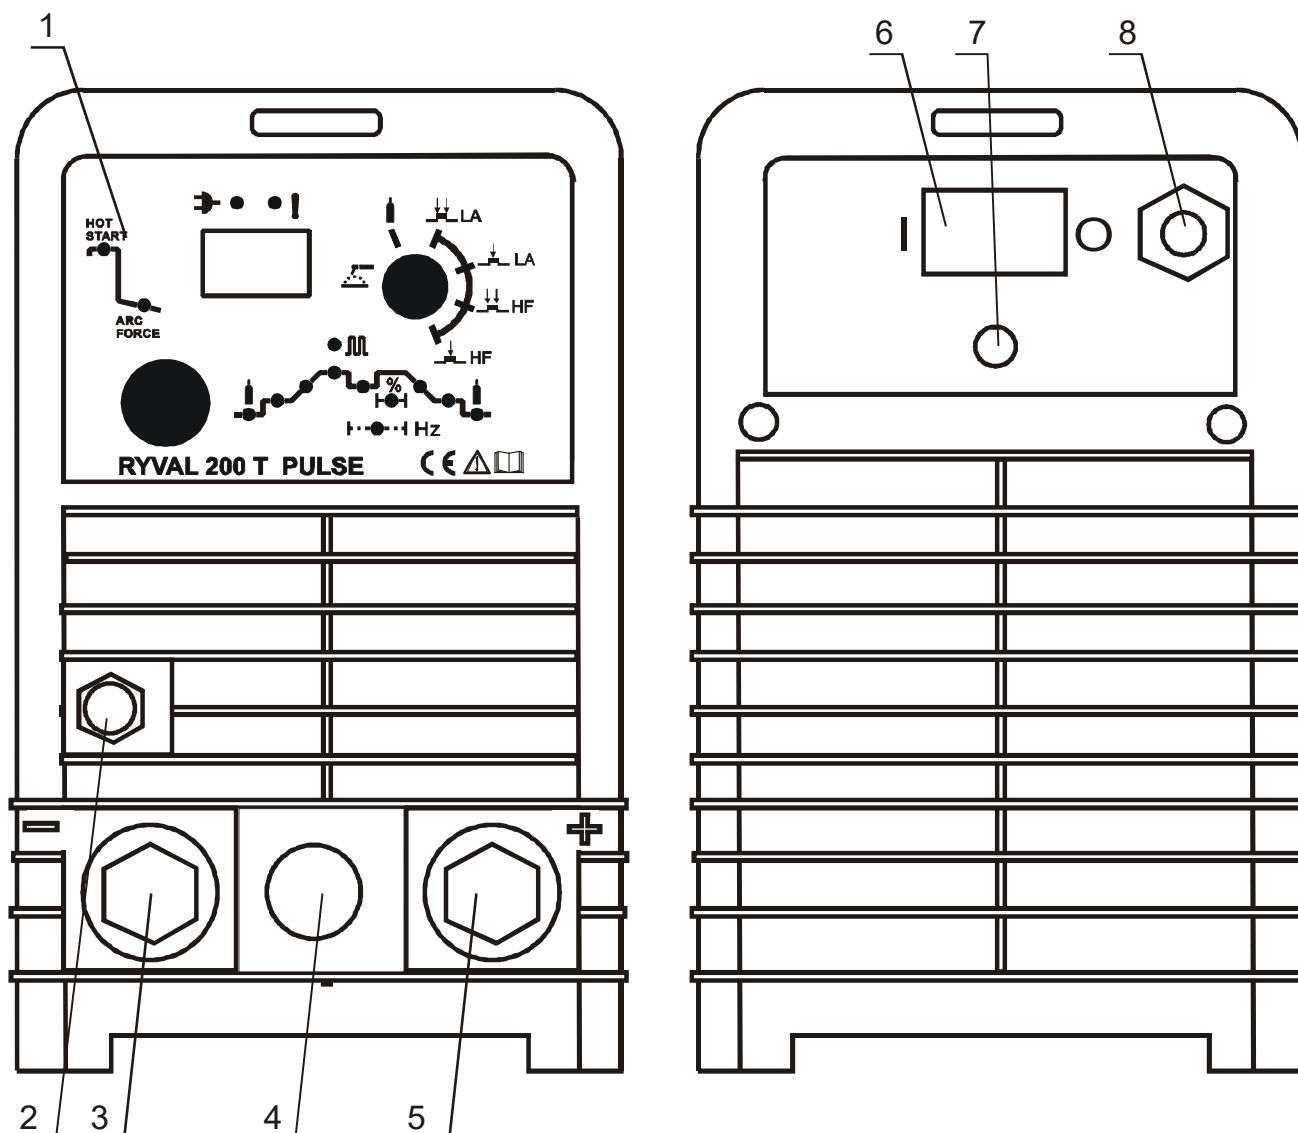
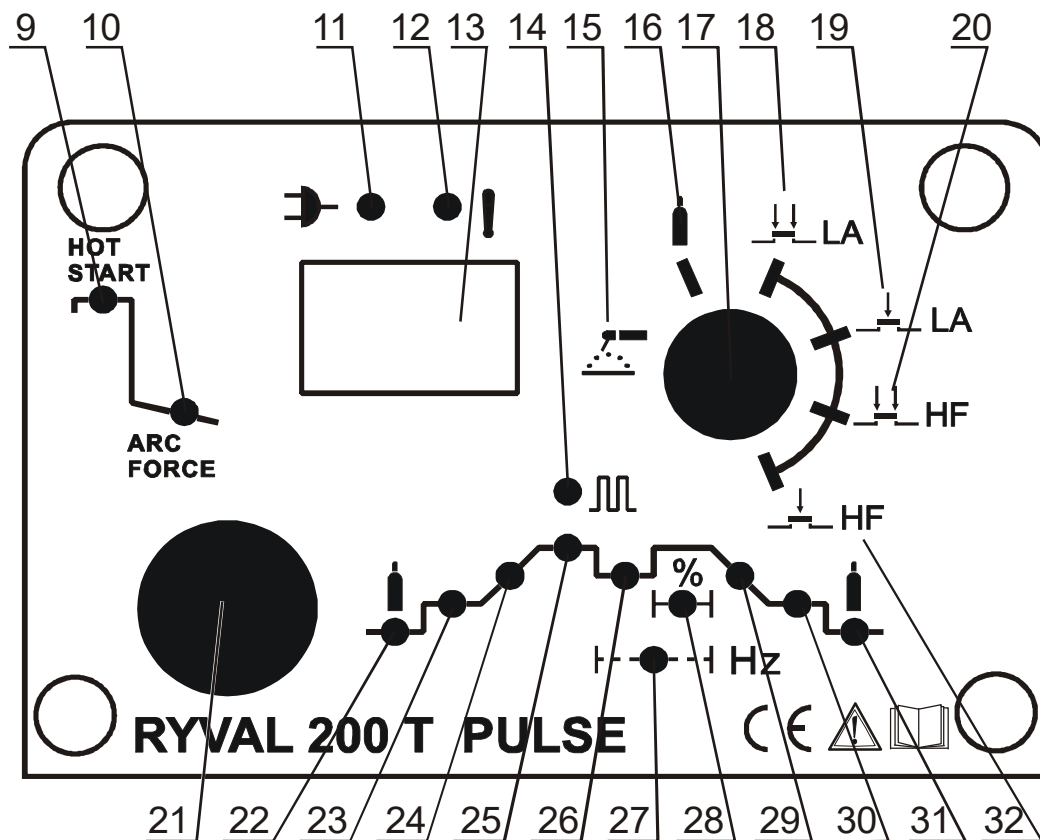

Abb. 1- Allgemeine Maschinenteile
Abb. 2 – Stirnseitige Steuertafel
3. Wählen Sie den Schalter (Abb. 2, Pos. 17) den Modus MMA (Abb. 2, Pos. 15) Maschine über Hauptschalter (Abb. 1, Pos. 6) einschalten.
4. Die Elektrodenzange und die Massezange gemäß den vom Hersteller der Schweißelektrode vorgegebenen Polaritäten an die Ausgangsbuchsen der Maschine anschließen (+) (Abb. 1, Pos. 5) (-) (Abb. 1, Pos. 3).
5. Mit dem Schalter (Abb. 2, Pos. 21) stellen Sie den Schweißstrom ein, der auf dem Display erscheint. (Abb. 2, Pos. 13).
2. TIG Brenner an die Ausgangsbuchsen der Maschine anschließen (-) (Abb. 1, Pos. 3).
3. Die Elektrodenzange an die Ausgangsbuchsen der Maschine anschließen (+) (Abb. 1, Pos. 5).
4. Gasschlauch an Anschluss des Druckminderers anschließen (Abb. 1, Pos. 8).
5. Gasschlauch an Maschine anschließen (Abb. 1, pos. 2).
6. Brennersteuerung an Anschluss 23 der Maschine anschließen (Abb. 1, Pos. 4).
7. Wählen Sie Taste (Abb. 2, Pos. 17) TIG Methode.